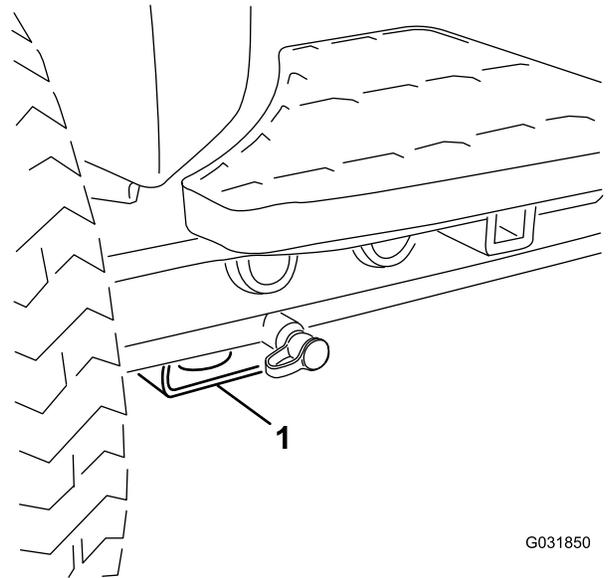

Figura 72
- Dianteira – pastilha retangular, por baixo do tubo do eixo, dentro de cada pneu dianteiro (Figura 72).